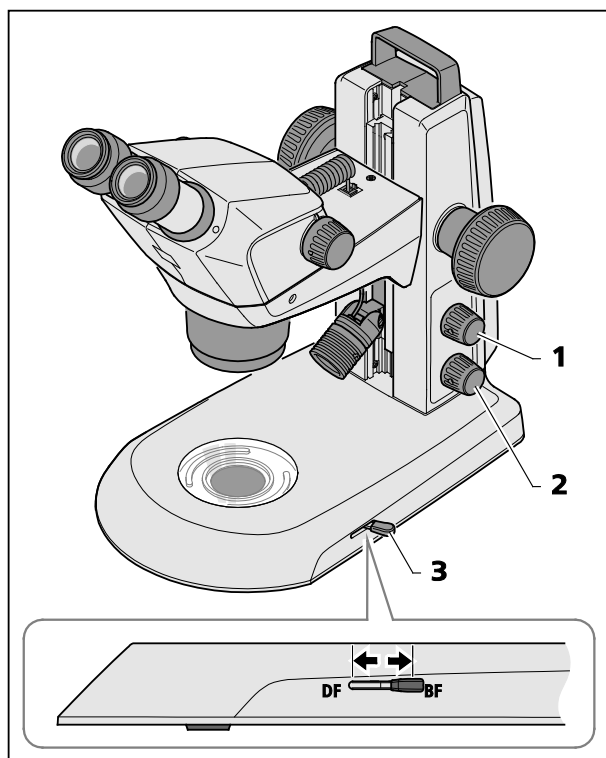

図 25 スタンド K EDU の透過光モジュール
- 下側の回転ボタン (図 25/2) を押して、透過光をオンにします。
- レバー (図 25/3) を動かして、明視野ライトと暗視野ライトを切り替えます。
- 前側：暗視野 (DF)
- 後ろ側：明視野 (BF)
上側つまみ (図 25/1) を押すと、さらに入射光が混入します (24 ページの第 4.2 章を参照)。